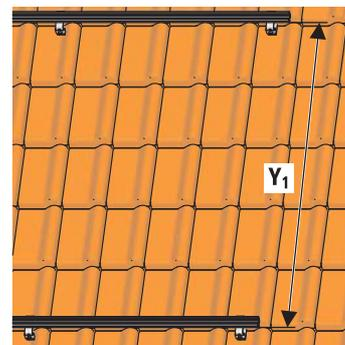

Fig. 3-15 Montaggio delle guide profilate superiori (per la misura vedere tab. 3-2)
16. Montare la guida profilata di montaggio superiore con una distanza pari alla misura  $Y_1$  dalla guida inferiore (fig. 3-15) (sequenza di montaggio analoga a quella della guida profilata inferiore). Fare in modo che la guida profilata superiore, combinata con quella inferiore e la regolazione dell'altezza, formi una superficie parallela rispetto al supporto dei collettori piani.